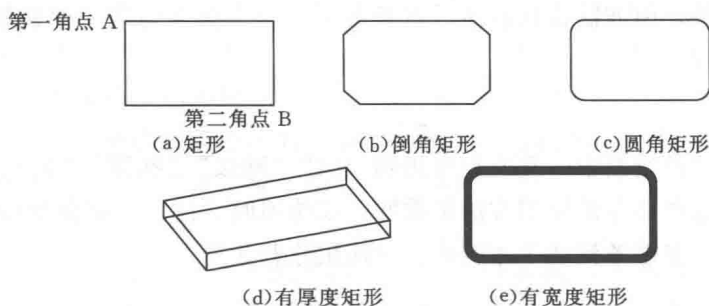

图 1-8 不同设置绘制得出的矩形
不同设置绘制如图 1-8 所示的各种矩形的方法如下：
(1) 指定第一角点，在指定一点后按 D→确定（这时为使用尺寸方法创建矩形方法）→输入矩形的长度和宽度→指定另外一个角点，将这一点定位在矩形的内部，即得到如图 1-8 (a) 所示中的矩形。
(2) 不指定第一点，直接按 C→确定→输入矩形的第一个倒角距离→确定→输入矩形的第二个倒角距离→确定→指定第一角点，拖动鼠标并指定另外一个角点，便可得到如图 1-8 (b) 所示中的倒角矩形。
(3) 不指定第一点，直接按 F→确定→输入矩形的圆角半径，便可得到如图 1-8 (c) 所示中的圆角矩形。
(5) 厚度，矩形自身的厚度，相当于立方体的高度。如图 1-8 (d) 所示中有厚度矩形。